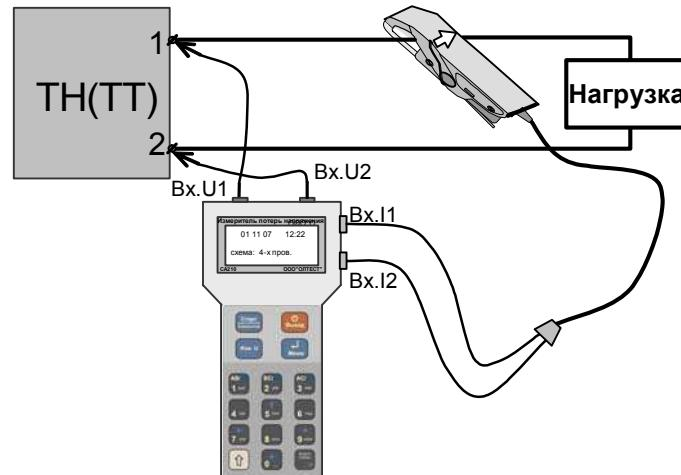

Рисунок 6.7. Подключение переносного блока Измерителя при измерении мощности нагрузки ТН(ТТ)
1) Установить программное обеспечение Измерителя на ПК, для чего запустить с инсталляционного диска файл "setup_CA210vx.xx.exe". На экране появится окно (рисунок 6.7). После установки щелкнуть по кнопке **Закрыть**.